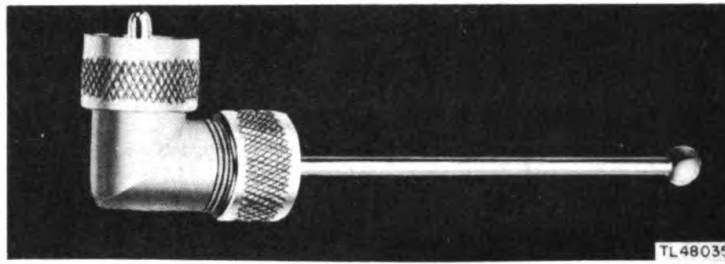

Figure 16. Test Antenna TS-210/MPM.
18. ANTENNA TS-210/MPM (fig. 16).